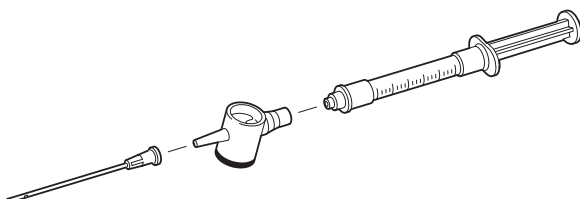

図1
4. あらかじめ充填されたシリンジのキャップを外し、シリンジを残りのチャンバーステムにねじ込みます。液体の通路を汚染しないよう注意してください。図1を参照してください。